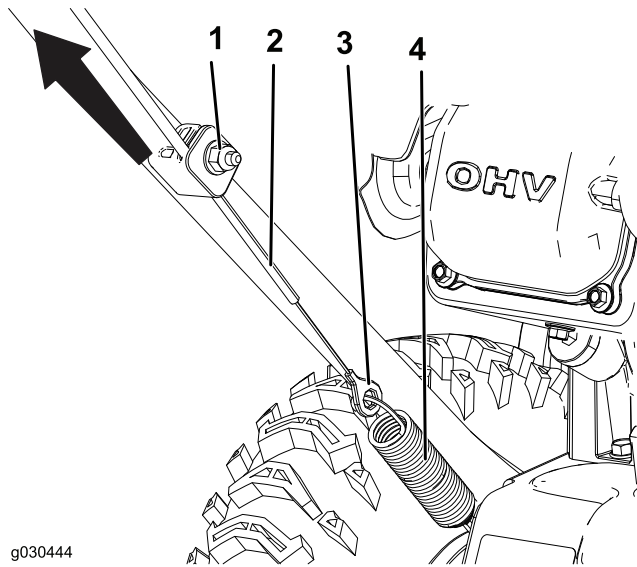

Figura25
1. Slăbiți piulia de pe clema de cablu inferioară, însă nu o înlăturați (Figura25).
2. Trageți cablul în sus pentru a-l tensiona mai mult (Figura25).
3. Întindeți cablul și strângeți piulia (Figura25).